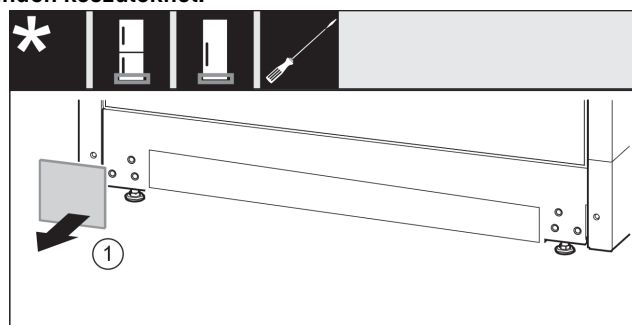

Fig. 42
- ▶ Vegye le a fedelet Fig. 42 (1).